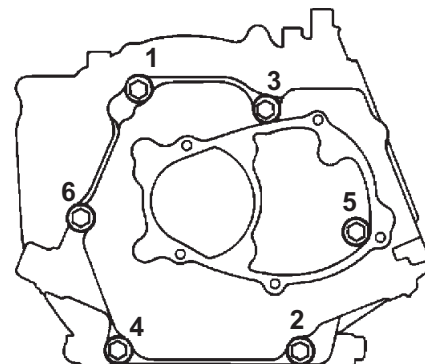

Figure 11-22. CS4, CS6. Ordre de couplage de la plaque de fermeture
4. Sur les modèles à pompe uniquement (vilebrequin fileté), installer deux ou trois des fixations rattachant la plaque de fermeture au carter. Vérifier le jeu de l'extrémité du vilebrequin à l'aide d'un comparateur à cadran. Le jeu d'extrémité doit être de 0,0/0,2 mm (0,0/0,007 pouce). Si le jeu d'extrémité ne se trouve pas dans la plage spécifiée, des cales sont disponibles dans les épaisseurs suivantes : 0,1 mm (0,0039 pouce), 0,2 mm (0,007 pouce), et 0,3 mm (0,011 pouce) pour CS4 et CS6 ; 0,1 mm (0,0039 pouce), 0,2 mm (0,007 pouce), 0,3 mm (0,011 pouce) et 0,4 mm (0,015 pouce) pour CS8.5-12. Lorsque l'extrémité de jeu correcte a été établie, installer toutes les vis et coupler selon l'ordre indiqué à la figure 11-22 ou 11-23.
Sur tous les autres modèles, installer les vis à bride hexagonales fixant la plaque de fermeture au carter du moteur. Voir les figures 11-22 ou 11-23.